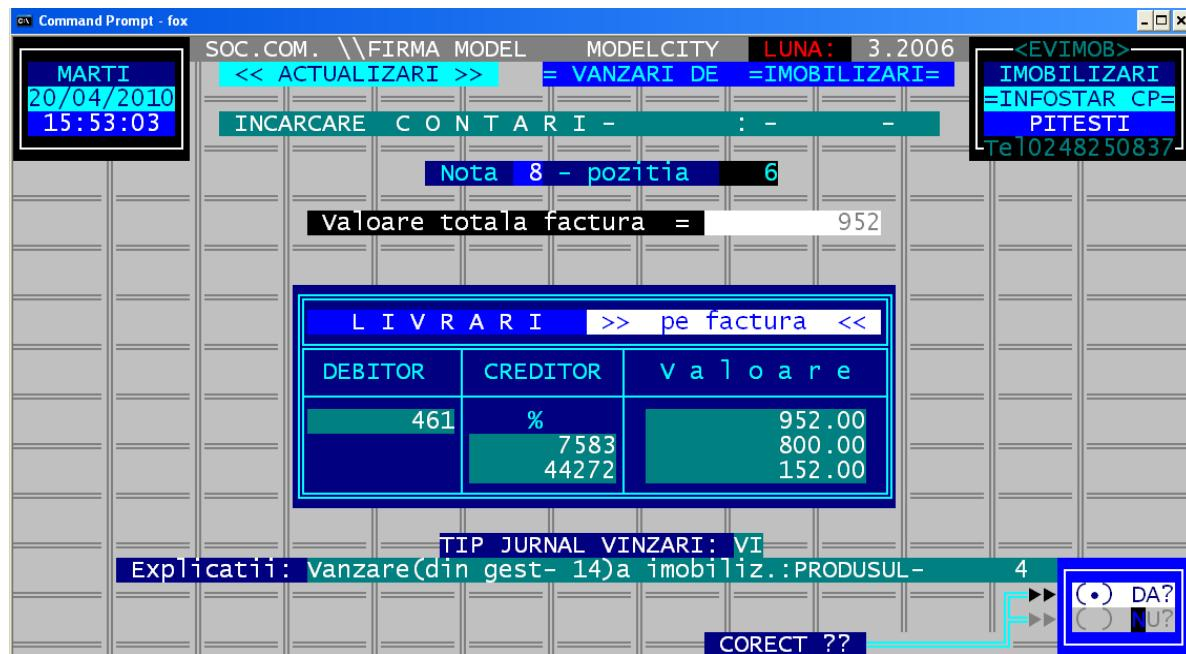

Fig. 34
3) Etapa următoare este asemănătoare casărilor. **Contărilor automate** sunt cele specifice unor vânzări de imobilizări și ele pot fi completate de oricătre contări manuale. Se diferențiază cazurile: produs în curs de amortizare, respectiv produs total amortizat în momentul vânzării (vezi fig.34).